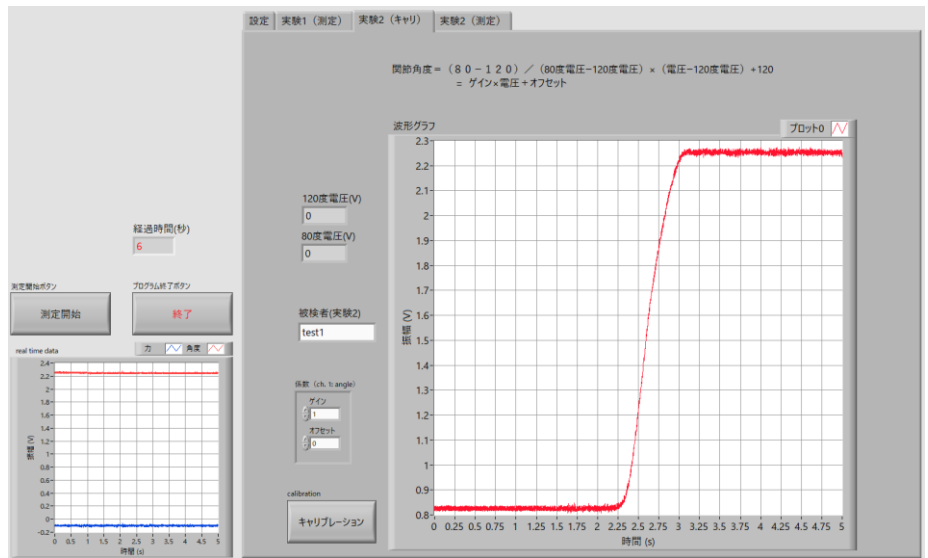

図2 実験2のキャリブレーションの画面
- 横軸が時間、縦軸が角度に対応する電圧が表示される（図2）。測定開始0.5秒間（0秒から0.5秒まで）と終了直前0.5秒間（4.5秒から5秒まで）の電圧がそれぞれ肘関節角度120度と80度に対応した値になっている(\*)ことを確認した上で、キャリブレーションボタンをクリックする。ゲインとオフセットの値を確認し問題なければ、キャリブレーションはこれで終了である。